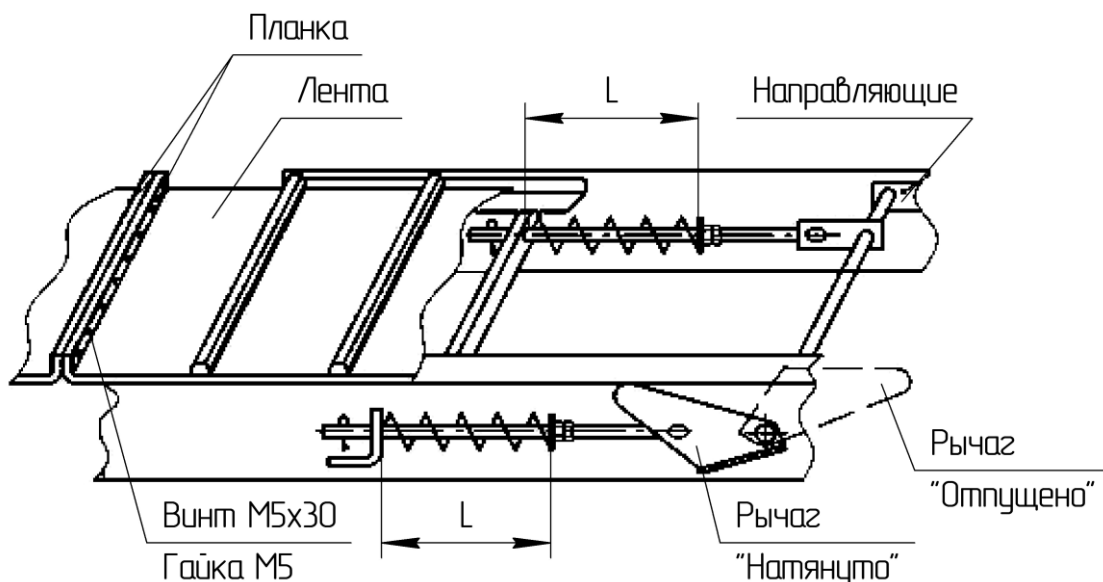

Рисунок 2.5 – Установка и натяжка транспортерных лент
2.3.6 Наденьте транспортерные ленты на барабаны и соедините края двумя планками (рисунок 2.5).
– освободите натяжку транспортеров (рисунок 2.5, положение «отпущено»).
Лента должна быть соединена (рисунок 2.5) таким образом, чтобы соединительная планка была расположена симметрично по ширине и перпендикулярно длине ленты. Допуск неперпендикулярности и несимметричности не более 2 мм. При этом в положении «натянуто» расстояние от натяжного барабана до боковины рамы жатки должно быть 85...130 мм для левого и 40...130 мм для правого транспортеров.
Высота пружин в положении «натянуто» (см. рисунок 2.5) вначале устанавливается одинаковой с двух сторон барабана ($L \sim 140$ мм).